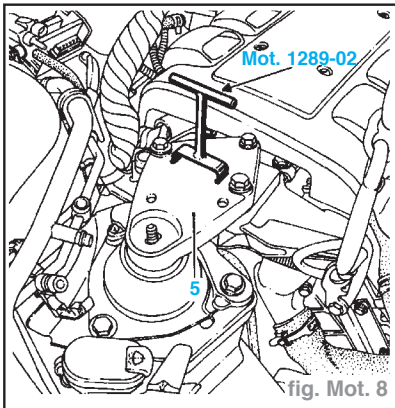

fig. Mot. 8
- Procéder en sens inverse du démontage; régler la position du limiteur de débattement de la suspension pendulaire droite à l'aide de l'outil Mot. 1289-02 (fig. Mot. 8).
- Introduire la fourchette de centrage du limiteur (Mot. 1289-02) dans les fenêtres de la coiffe de suspension pendulaire (5) (fig. Mot. 8).